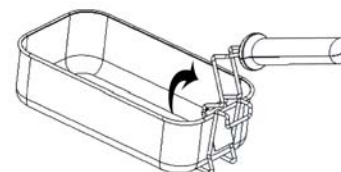

Fig. 3
4. Attachez la poignée du panier de friture au panier en serrant les guidons de la poignée ensemble et en les insérant dans le support de métal du panier. Assurez-vous que l'extrémité des guidons est bien insérée dans les trous du support. Soulevez la poignée pour verrouiller en place. (Fig. 3)